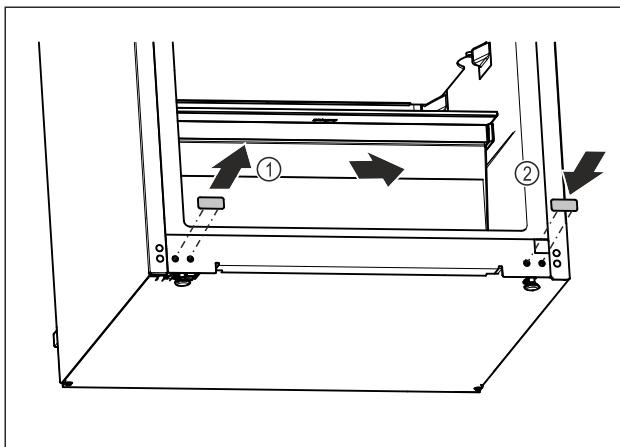

Fig. 16
- Abdeckstopfen herausziehen. Fig. 16 (1)
- Abdeckstopfen auf der Gegenseite einsetzen. Fig. 16 (2)